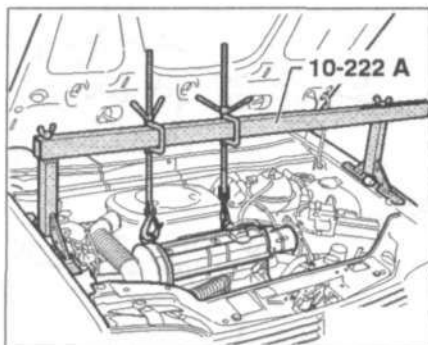

Рис. 9.12. Установите опорную стойку 10-222A.
5. Установите опорную стойку 10-222A (рис. 9.12). Приподнимите двигатель вместе с коробкой передач.